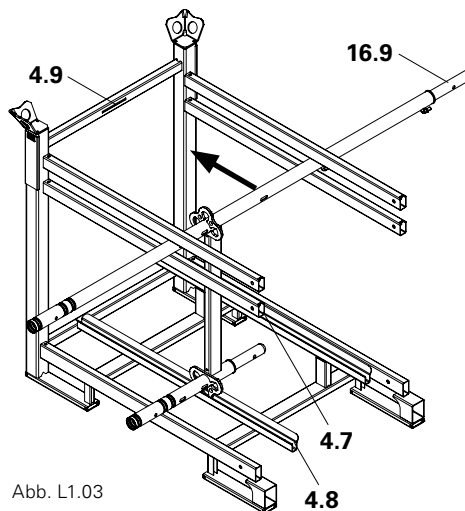

Abb. L1.03
1. Ersten Easy Rahmen EVF gleichzeitig auf den unteren Kragholm (4.7) sowie auf die untere Auflagerschiene (4.8) auflegen und bis zum Rahmenende schieben. Der Zapfen des Easy Rahmen (16.9) zeigt nach rechts. (Abb. L1.03)